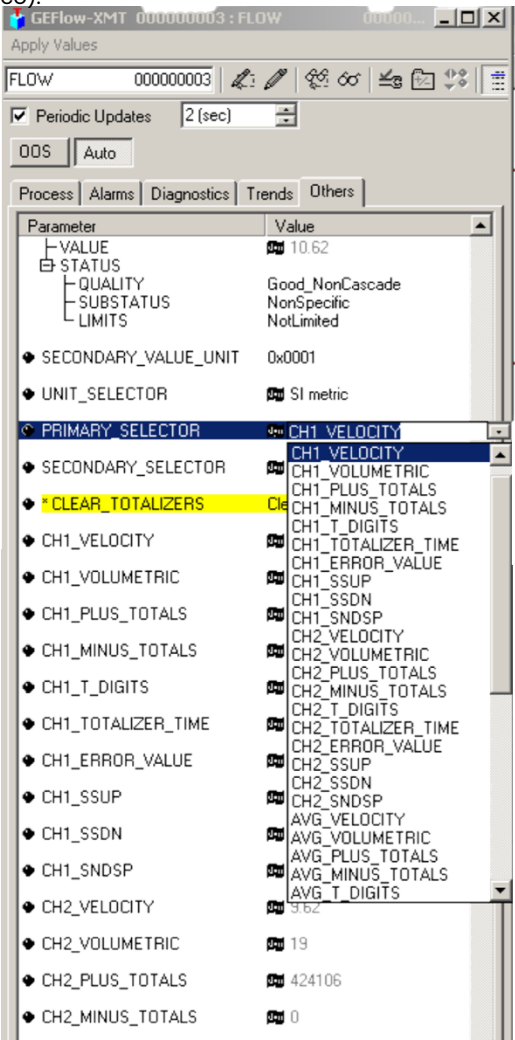

Figura 41: Lista desplegable del selector principal
3. Elija la unidad de la lista (ver la figura 41).